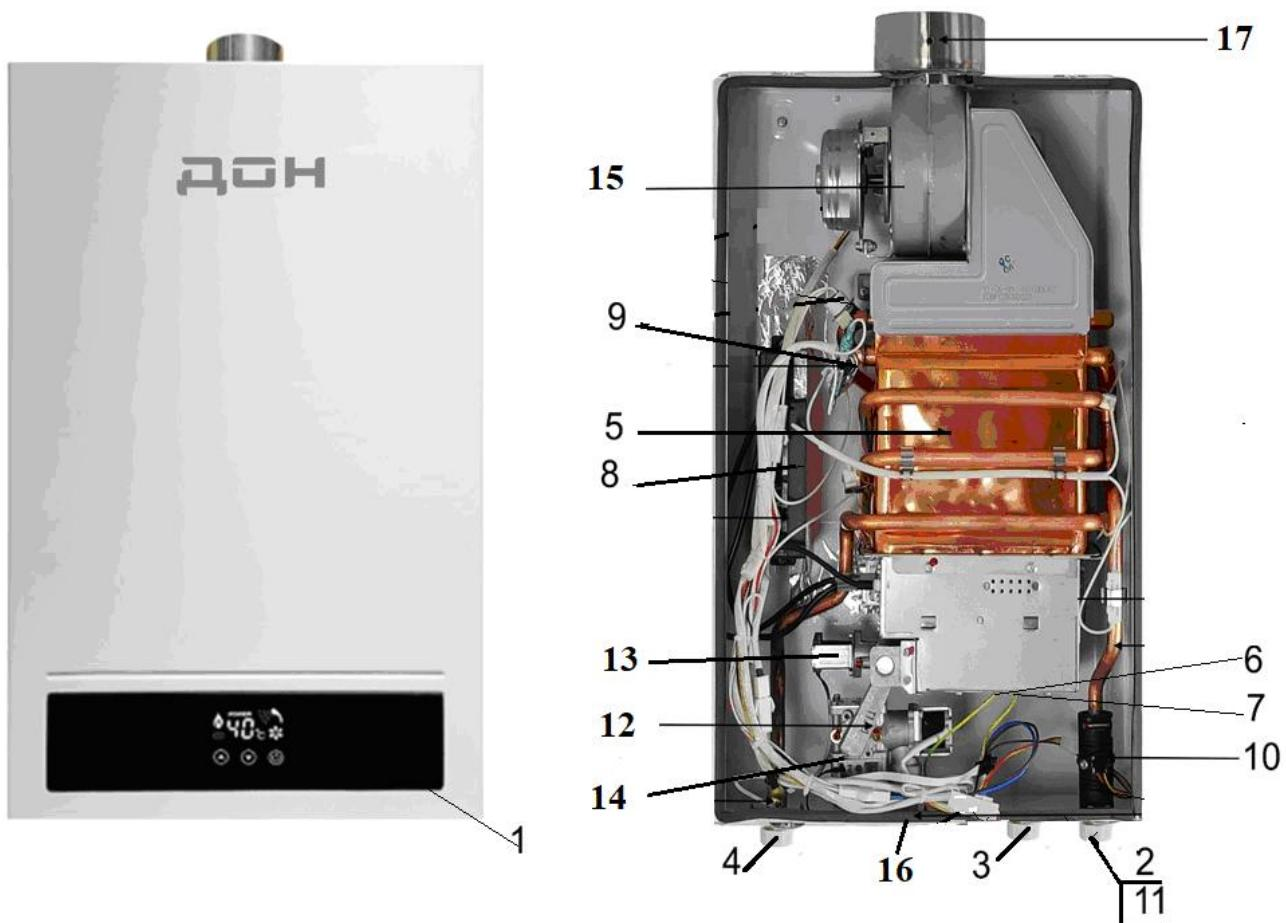

Рис. 1.2 Модели JSD - 20 FT/ JSD - 24 FT/ JSD - 28 FT.
Внешний вид, составные части изделия, поясняющие принцип устройства аппарата, и требующие технического обслуживания во время эксплуатации, показаны на рис.1.2
2.5.2 Модели JSD...FT (рис.1.2) с модуляцией пламени: работают 2 или пять рядов горелки, что позволяет уменьшить расход газа. Встроенный вентилятор 15 обеспечивает принудительное дымоудаление и приток свежего воздуха с улицы.
Выброс дымовых газов и забор воздуха осуществляется коаксиальными 17 или раздельными системами трубопроводов. На изделии установлены датчик перегрева воды 9; 10 - датчик контроля протока холодной воды; устройство защиты от замерзания. Многофункциональный газовый клапан 14 управляет работой водонагревателя. Аппарат подсоединен к сети питания ~220В; 50 Гц шнуром с заземлением 16 (**рис.1.2**).